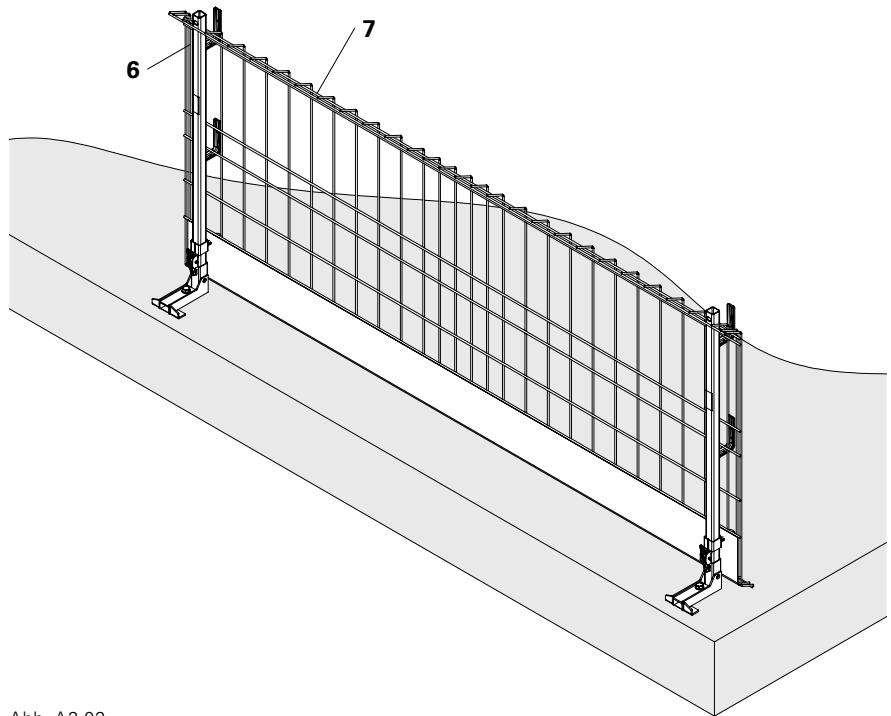

Abb. A2.02
3. Pfosten (6) in Rechteckrohr (1a) stecken, siehe Kapitel „A3 Pfosten“ auf Seite 33.
4. Seitenschutzgitter (7) montieren, siehe Kapitel „A4 Seitenschutz“ auf Seite 35. (Abb. A2.02)